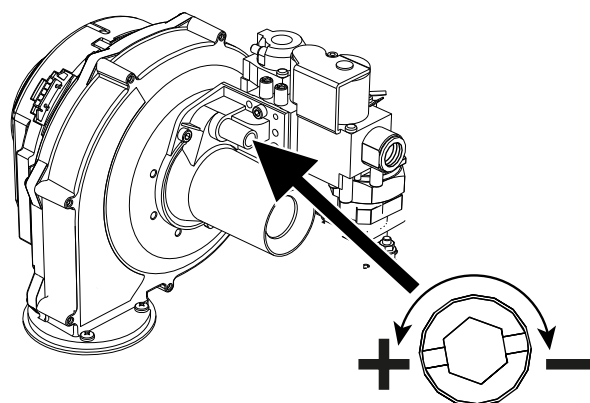

fig. 95- Tornillo de regulación de la capacidad máxima
- Si los valores no son los indicados, gire el tornillos de regulación del CO₂ (vea fig. 95) hasta alcanzar los valores indicados.